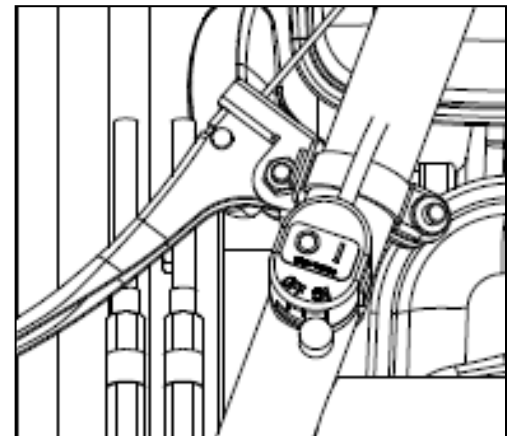

Figure 5
Ce contacteur(Figure 5) permet la mise sous/hors tension du circuit d'allumage de la machine. Placez le contacteur sur la position « I » pour lancer le moteur. Placez le contacteur sur la position « O » pour arrêter le moteur.
- Arrêtez le moteur en plaçant le commutateur d'allumage sur "off" (Figure 5)